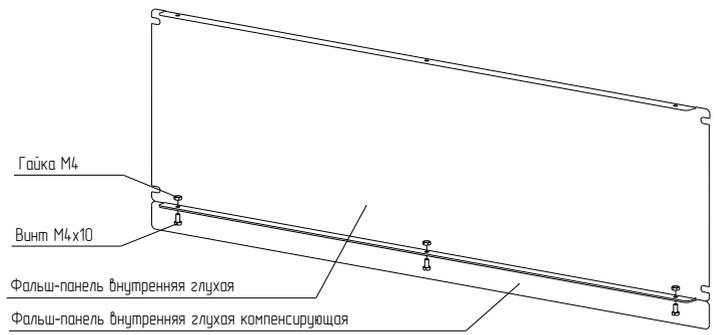

Рисунок 22
4.11.2 Закрепить фальш-панель внутреннюю глухую компенсирующую на фальш-панели внутренней глухой винтами M4×10 и гайками M4 (рисунок 22). Момент затяжки 1,5 Н·м. Винты и гайки приобрести отдельно.